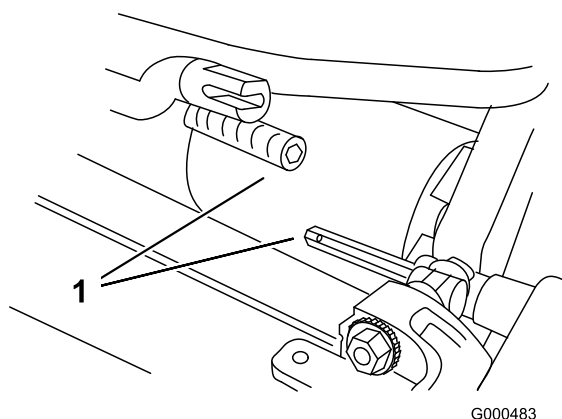

Figure 46
6. Tirez le plateau de coupe en avant d'environ 51 mm, puis vers la droite pour dégager l'accouplement de la transmission (Figure 46).